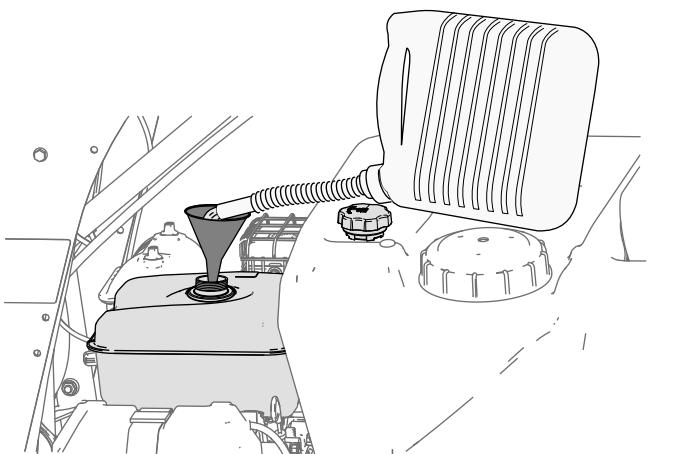

Figura 15
3. Limpie alrededor del tapón del depósito de combustible y retírelo (Figura 15).
4. Llene el depósito con combustible (Figura 15) hasta que el nivel esté a 6 mm – 13 mm (1/4" a 1/2") de la parte superior del depósito. **No deje**